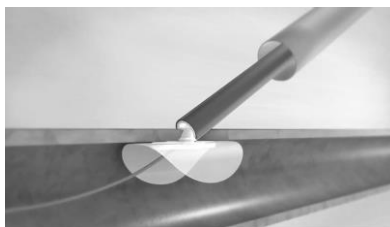

Figura 13. Posizione di tamponamento, impianto giustapposto all'arteriotomia.
- b. Continuare a retraino il dispositivo di altre 1,5 tacche (= 3,5 tacche in totale). A questo punto, l'operatore dovrebbe avvertire una leggera resistenza tattile dovuta all'ancoraggio dell'impianto al lume interno della parete arteriosa. In questa posizione di tamponamento, l'impianto controlla l'emorragia prodotta dall'arteriotomia. Figura 13.